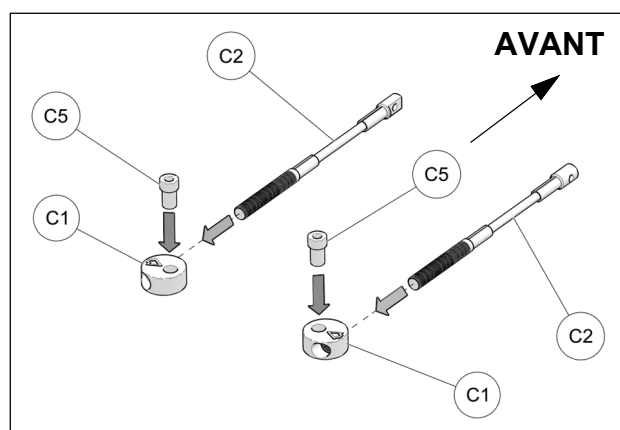

Fig. 21
13. Assembler les câbles des limiteurs de conduite (**C2**), les disques en aluminium (**C1**) et les bagues espaceurs (**C5**) tel que montré à la Fig. 21